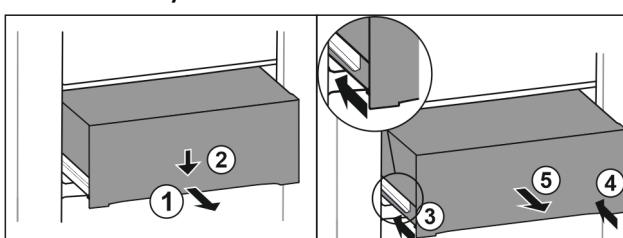

Fig. 129
- Vytiahnite zásuvku do polovice. Fig. 129 (1)
- Zatlačte zásuvku na prednej strane smerom nadol. Fig. 129 (2)
- Zasuňte ľavú koľajničku o cca 2 cm. Fig. 129 (3)
- Zasuňte pravú koľajničku o cca 2 cm. Fig. 129 (4)
- Odoberte zásuvku dopredu. Fig. 129 (5)